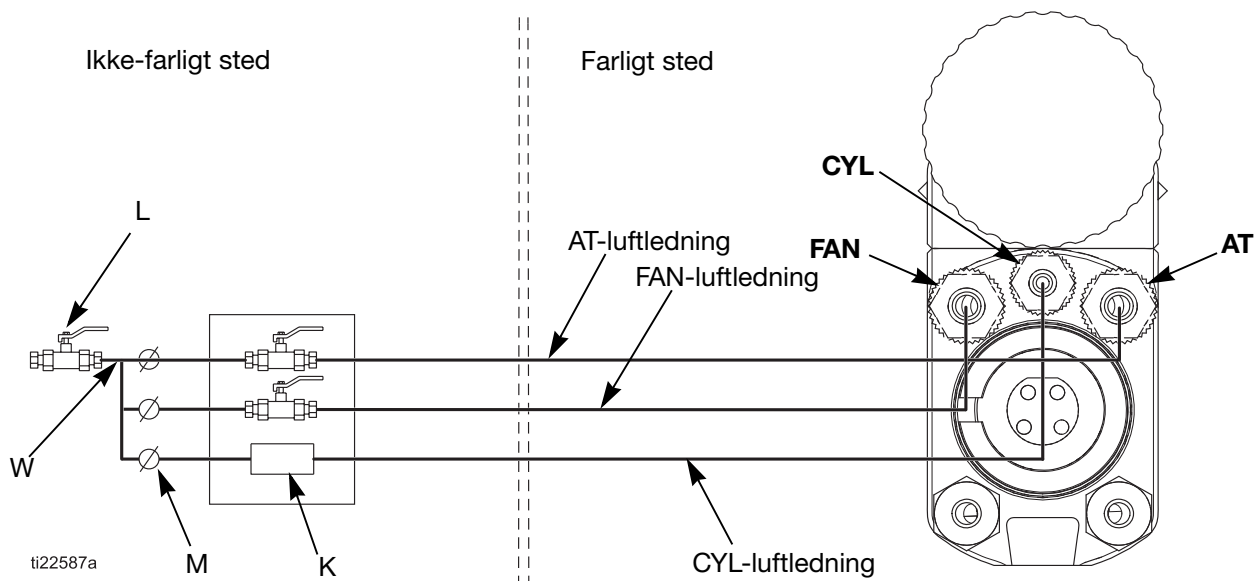

FIG. 11 Skema over luftledning
1. Monter en luftventil af udluftningstypen (L) på hovedluftledningen (W) og forstøvningsluftledningerne (AT) for at lukke af for al luft til pistolen. Se FIG. 11.
1. Tilslut luftledningerne som angivet i FIG. 11, side 16.
Tilslut luftledningerne som angivet i FIG. 11, side 16.